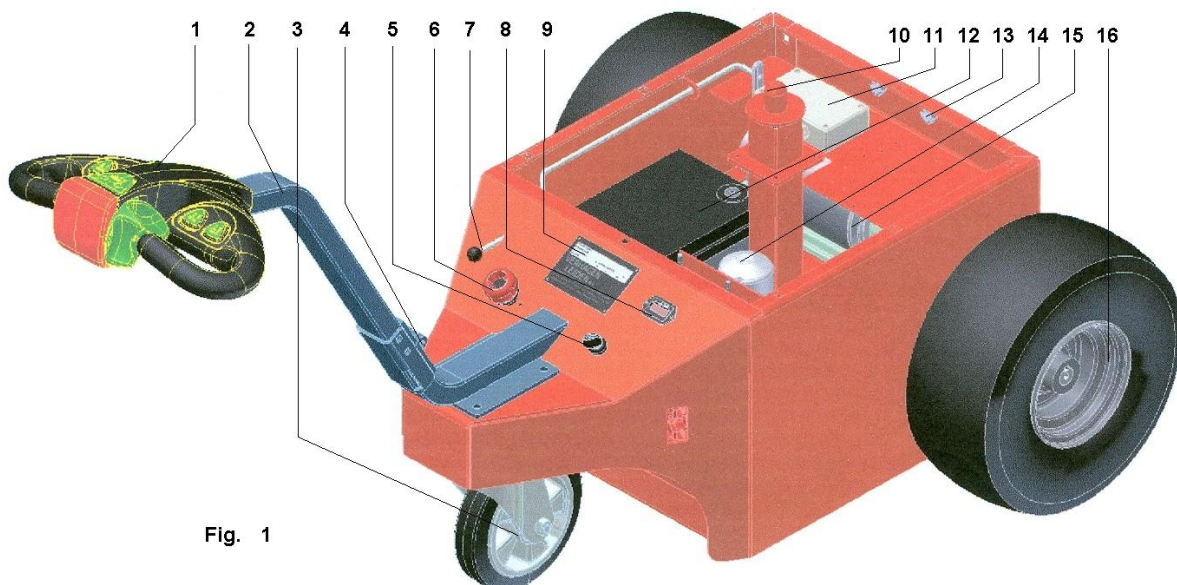

Fig. 1
5.3 Bedienung und Funktion (siehe Foto, Abb. 1)